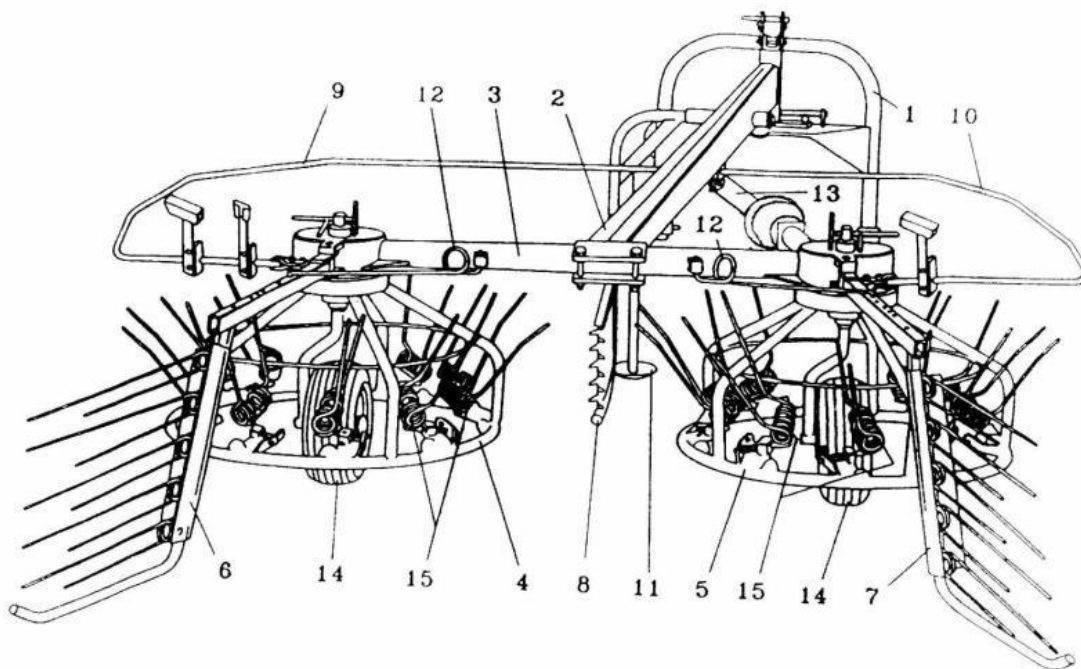

Fig.2: Giroandanatore TOP 300 – Rake tedder TOP 300
- Sbloccare il piede di appoggio (11, Fig.2), sollevarlo e bloccarlo con la propria coppiglia a R.
- Unblock the support (pos.11, Fig.2), lift it and block with a pin.